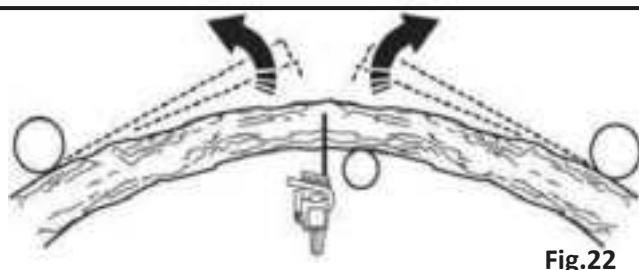

Fig.22
- Posizionarsi in modo da essere lontano dall'albero o dal ramo quando la tensione viene rilasciata. (Ved. Fig. 22)